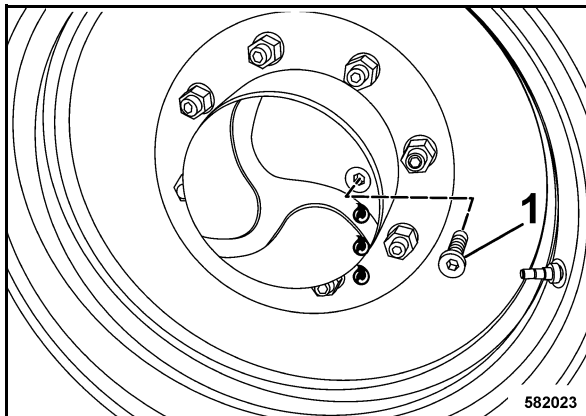

Fig. 130
- Estacionar la máquina de forma que el tapón roscado (1) (Fig. 130) se encuentra en horizontal.